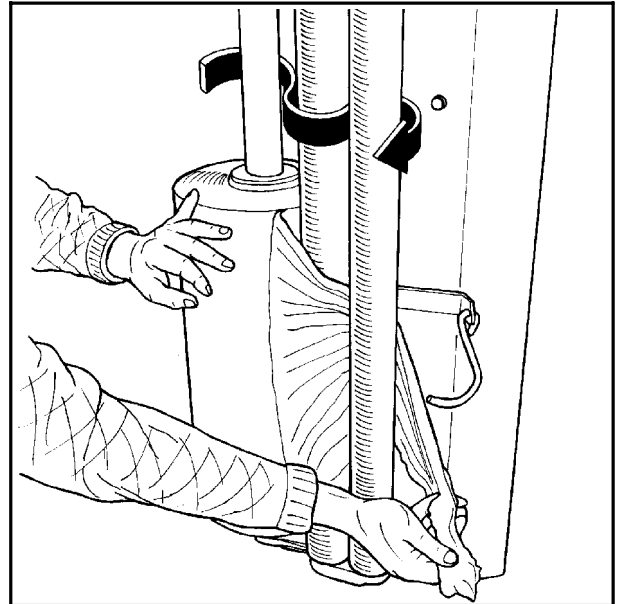

Bild 6-2
**6.3** Die Folie wie abgebildet in Richtung der Pfeile zwischen den Rollen des Vorspanners hindurchziehen. (Siehe Abb. 6-2). (Siehe auch Schild am Wickelarm.)